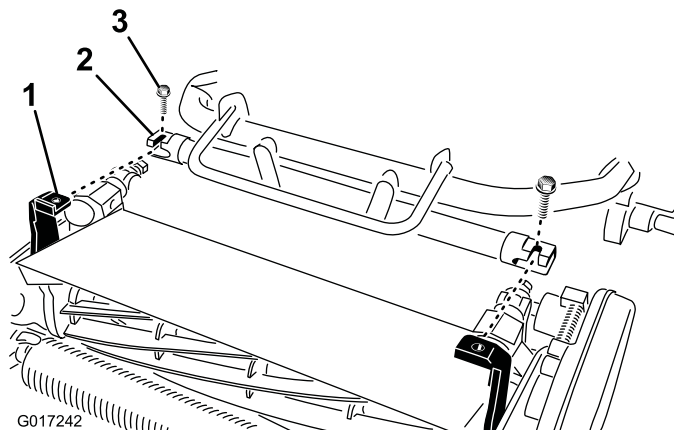

图5
4. 向前推动主机框架（图5），直至其与滚刀组旋转臂完全接合。
5. 使用 2 颗 3/8 x 3/4 英寸（9.52 x 19.05mm）螺栓将主机框架固定到滚刀组旋转臂上（图5）。